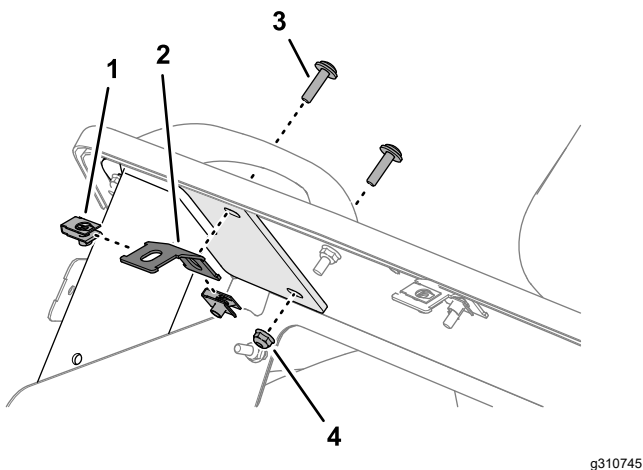

Рисунок 133
1. Отверните 2 винта с плоскочастичными головками и крестообразными шлицами ($\frac{1}{4}$ x 1 дюйм) и контргайку ($\frac{1}{4}$ дюйма), которые крепят кронштейн капота к приборной панели (Рисунок 133).
2. Снимите 2 гайки с зажимами ($\frac{1}{4}$ дюйма) с кронштейна капота (Рисунок 133).